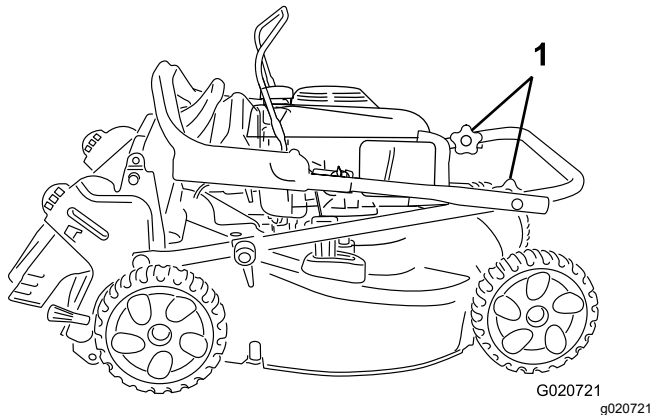

Figure 23
3. Rabattez la partie supérieure du guidon vers le moteur ; voir Figure 23.